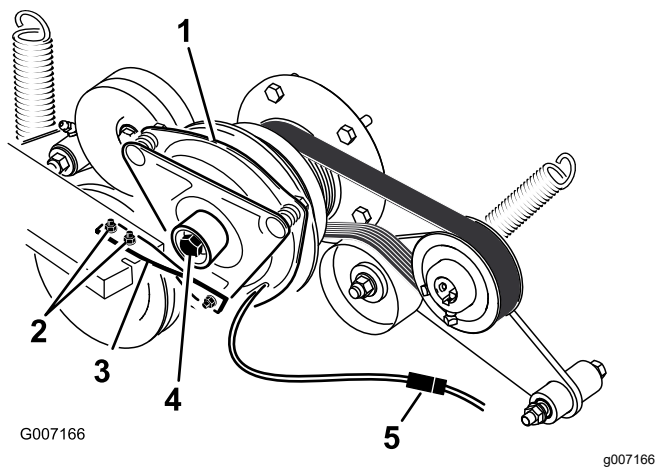

Figura 77
- Scollegate la connessione elettrica della frizione (Figura 77).
- Rimuovete i 2 bulloni che fissano la cinghia di gomma della frizione al telaio del tosaerba (Figura 77).
- Rimuovete il bullone centrale che fissa la frizione all'albero motore e rimuovete la frizione e la chiave (Figura 77).
15. Tenendo l'albero a gomiti sulla parte posteriore della macchina, installate il bullone centrale e serratelo a 68 N·m (Figura 77).
16. Fissate la cinghia di gomma della frizione al telaio del tosaerba con i 2 bulloni e dadi precedentemente rimossi (Figura 77).
18. Collegate la connessione elettrica della frizione (Figura 77).